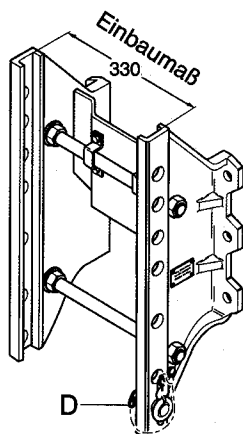

Abb. 3
- Durchrutschsicherung (D, s. Abb. 3) ggf. entfernen
- Klappstecker und Bolzen (B) herausnehmen